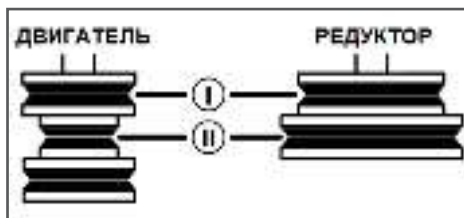

Рис. 41. Изменения передаточного числа ремненной передачи
Имеются два режима скоростей (Рис. 41):
2. Установите ремень привода в канавки «I» или «II» шкива вала двигателя и шкива вала редуктора (Рис. 41).